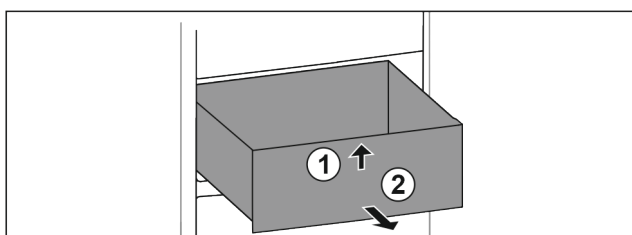

Fig. 91
- Lade aan de voorkant optillen. Fig. 91 (1)
- Lade naar voren toe verwijderen. Fig. 91 (2)